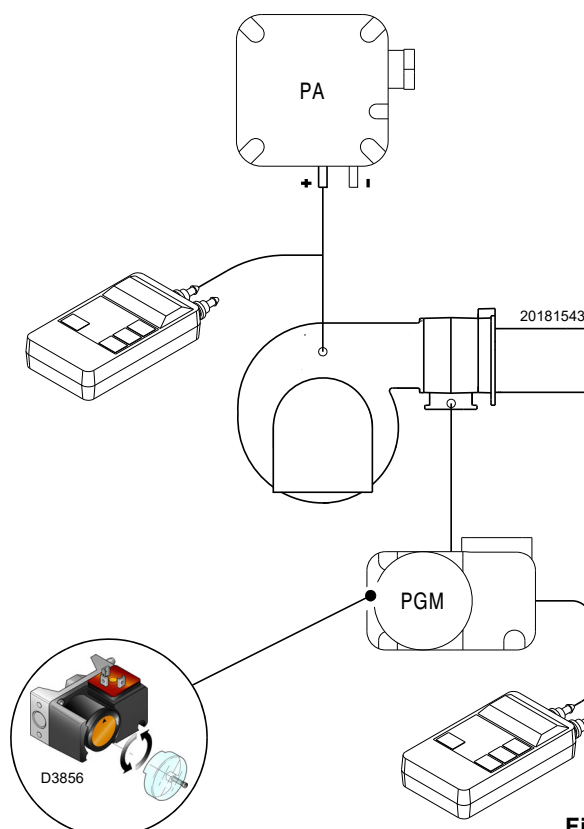

Fig. 29
- Reglați comutatorul de presiune maximă a gazului (Fig. 29 la pag. 32) la sfârșitul scalei.
Efectuați reglarea comutatorului de presiune maximă a gazului (Fig. 29) după efectuarea tuturor celorlalte reglaje ale arzătorului, cu comutatorul de presiune maximă a gazului setat la sfârșitul scării.